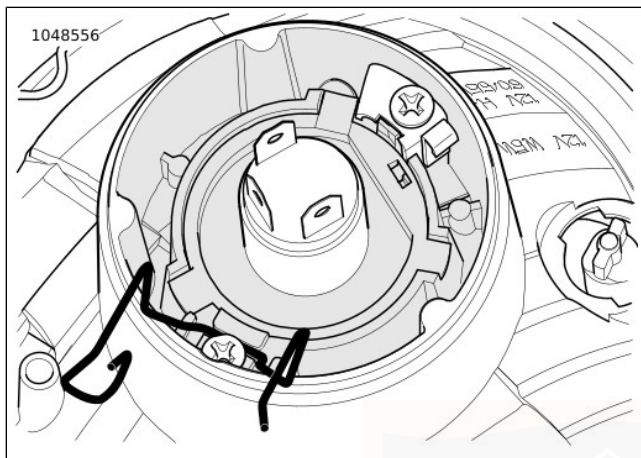

Figura 58. Presilla de retención del faro delantero abierta
- c. Vea la Figura 58. Haga girar la presilla de retención hacia arriba 45°.
- c. Vea la Figura 58. Mueva la presilla de retención hacia adentro a las posiciones bloqueadas.